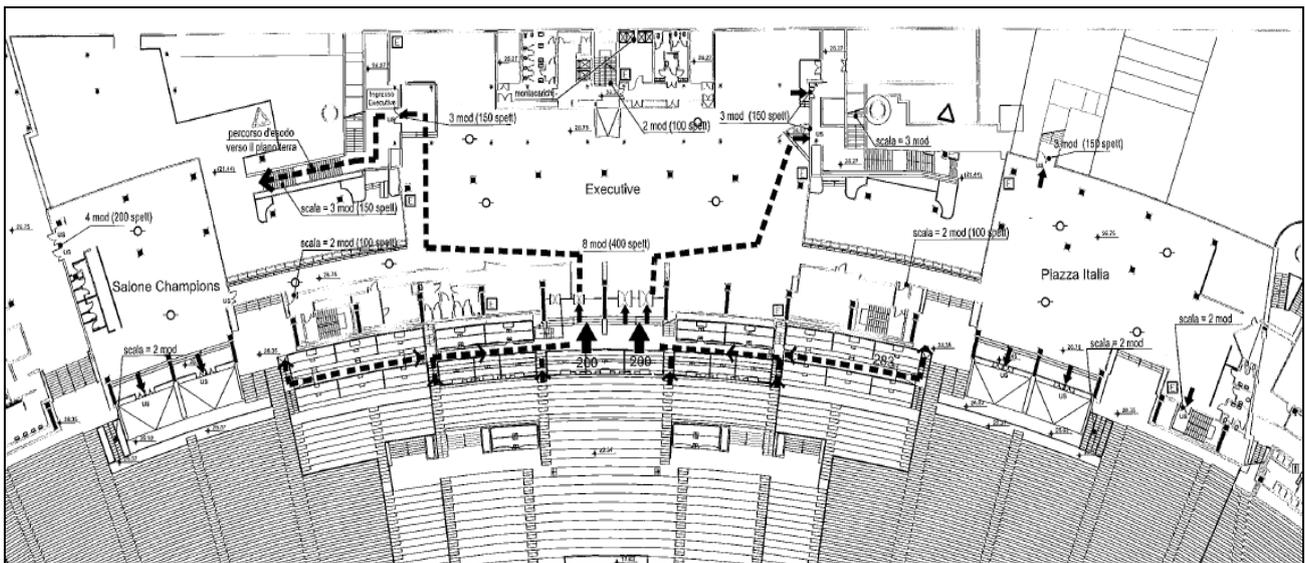

Fig.6 – zona ristorazione
Tale ambiente, ubicato al piano primo, è raggiungibile esternamente attraverso 2 rampe di scale ed internamente tramite 2 ascensori e rampa di scala interna che lo collegano al salone Autorità. Dalla suddetta rampa di scale interna si sbarca su un disimpegno dal quale si accede al salone Executive (ved. Fig.6); ai lati di questo si trovano 2 sale ristorante: Piazza Italia e Sala Champions, raggiungibili attraverso un corridoio ciascuno.
Fig.6 bis – Nuove Aree Ospitalità ante e post operam
**Fig.6 quater – Vano ascensore e scala**